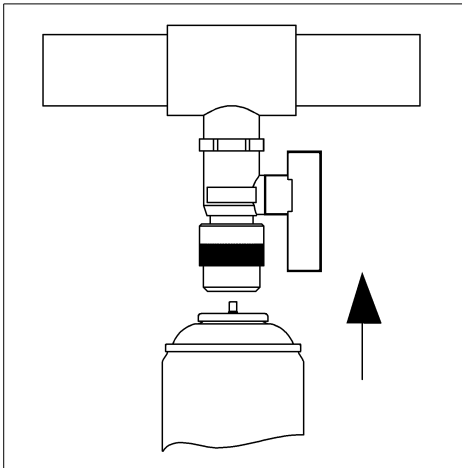

Fig. 3: Remplir
- Introduisez l'aérosol QUICK-DOS dans le joint de l'adaptateur QUICK-AN (cf. fig. 3).